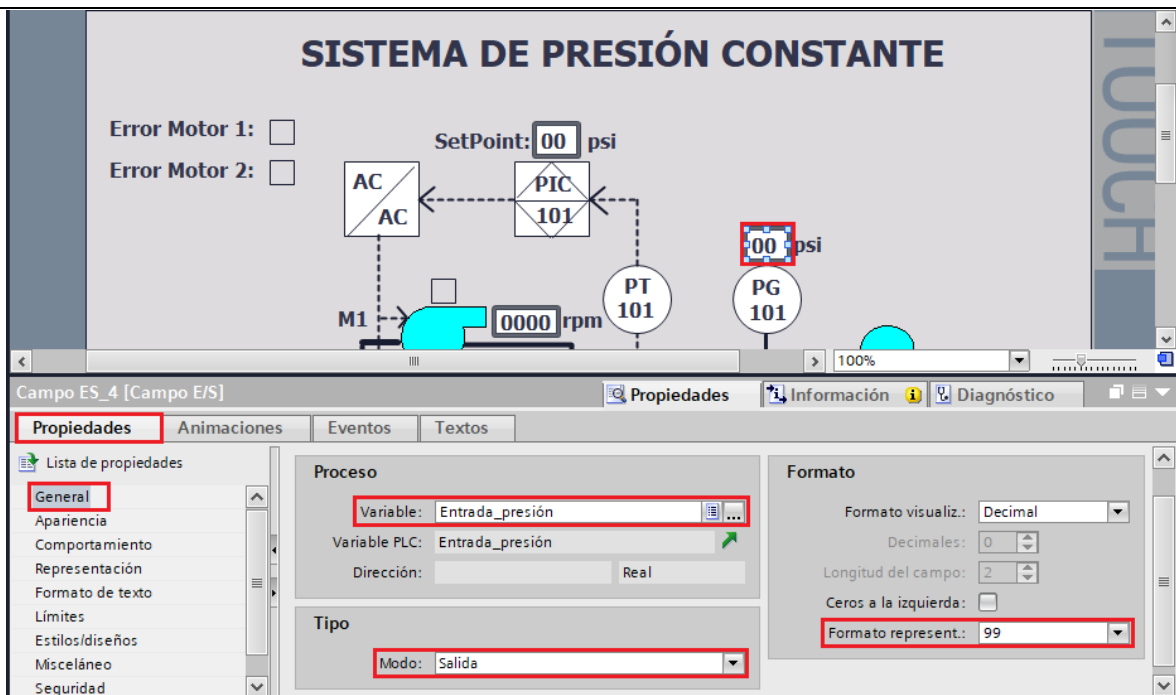

Figura 57. Configuración Campo E/S “Entrada presión”.
- En “Formato” / “Formato represent” escoger la opción “99” (ver Figura 57).